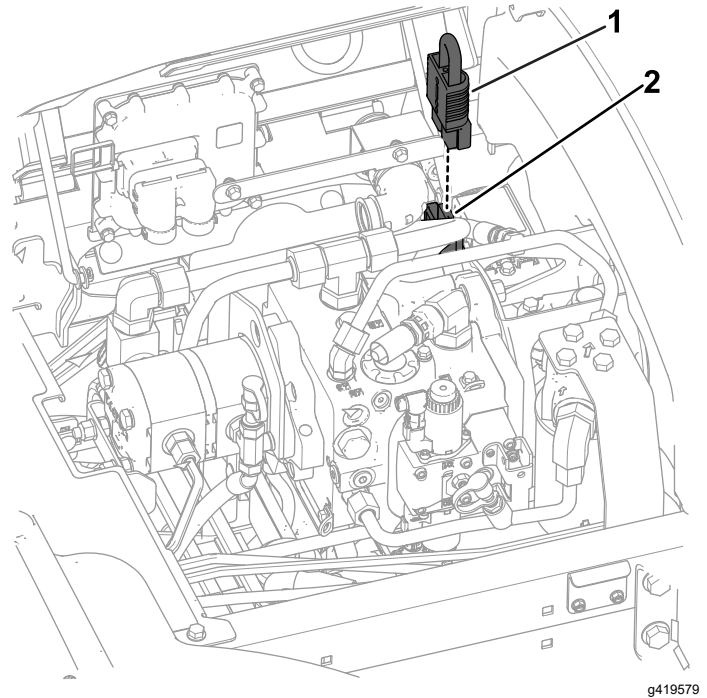

Figure 5
4. Débranchez le cavalier de déconnexion de la batterie du système 48 V CC (Figure 5).